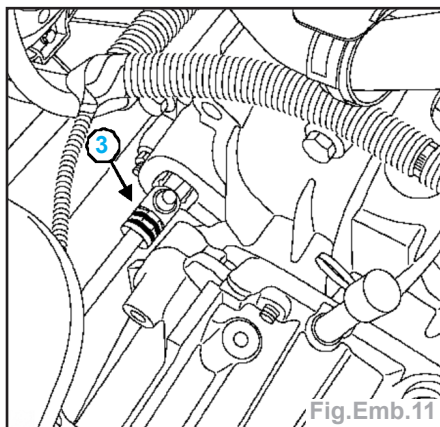

Fig.Emb.11
- Soulever l'agrafe (3) (Fig.Emb.11).